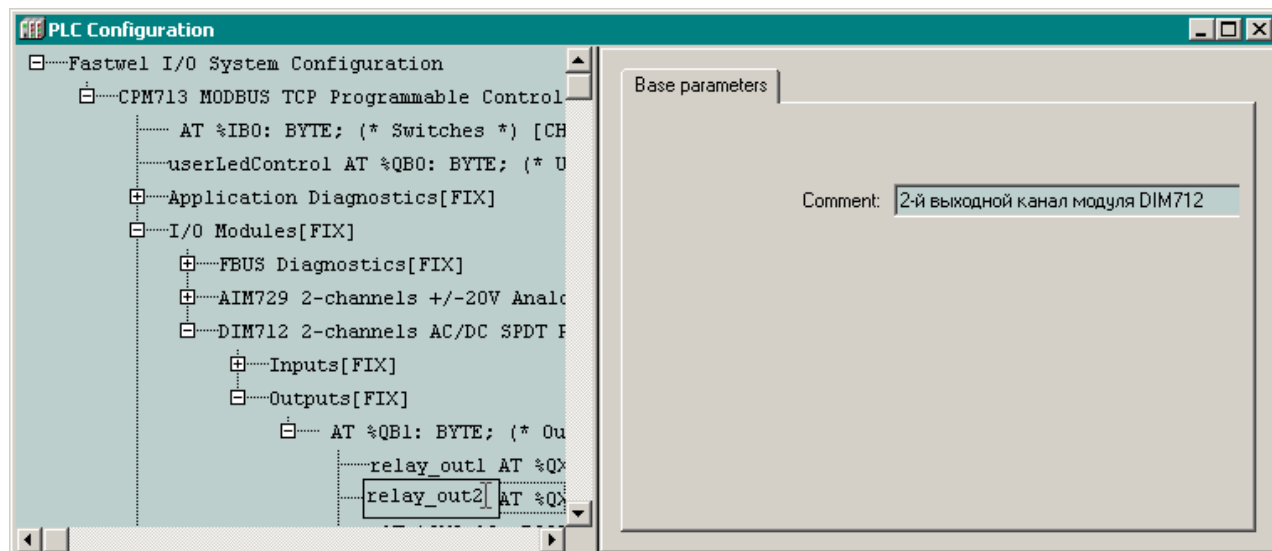

Рис. 17. Создание символических имен для каналов дискретного вывода модуля DIM712
1. Раскройте элемент *DIM712 2-channels AC/DC SPDT Relay Output Module* дерева конфигурации, после чего раскройте дочерний элемент *Outputs* и канал *OutputsControl*, как показано на рис. 17.